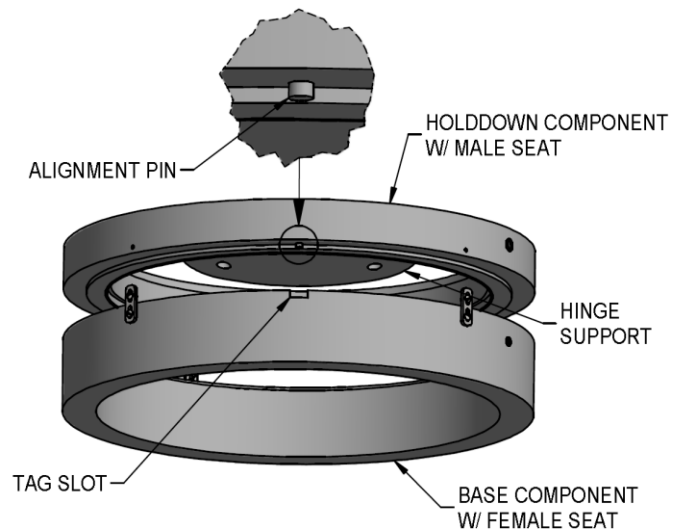
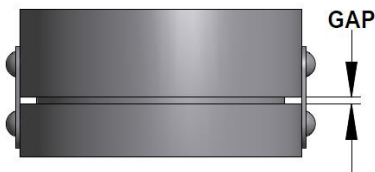

图 5 - 对准针装配在标签槽中。（ATLAS 口径 14” 和更大的口径”）
图 7 – 间隙检查
警告：对于 ATLAS 口径 14” 和更大的口径，请确保在上夹持器中的对准针插入下夹持器的标签槽中（见图 5），然后检查间隙（见图 7）。
10. 检查下夹持器和上夹持器之间的间隙。整套装配周围的间隙必须相同。这可通过测量上夹持器和下夹持器确定。调整夹持器上的螺丝以达到平衡的间隙 (见图 7)。